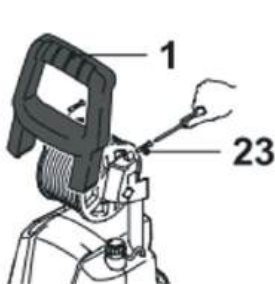

Рис.1
Полностью соберите изделие перед использованием. Наденьте ручку (1) на раму катушки и закрепите ее двумя винтами (23). Затяните винты (23) с помощью подходящей отвертки (рис. 1). Вставьте рукоятку (2) в отверстие катушки (10), убедитесь, что она зафиксирована на месте (рис. 2). Прикрутите соединитель водяного шланга (4) к отверстию для подачи воды (5) (рис. 3).